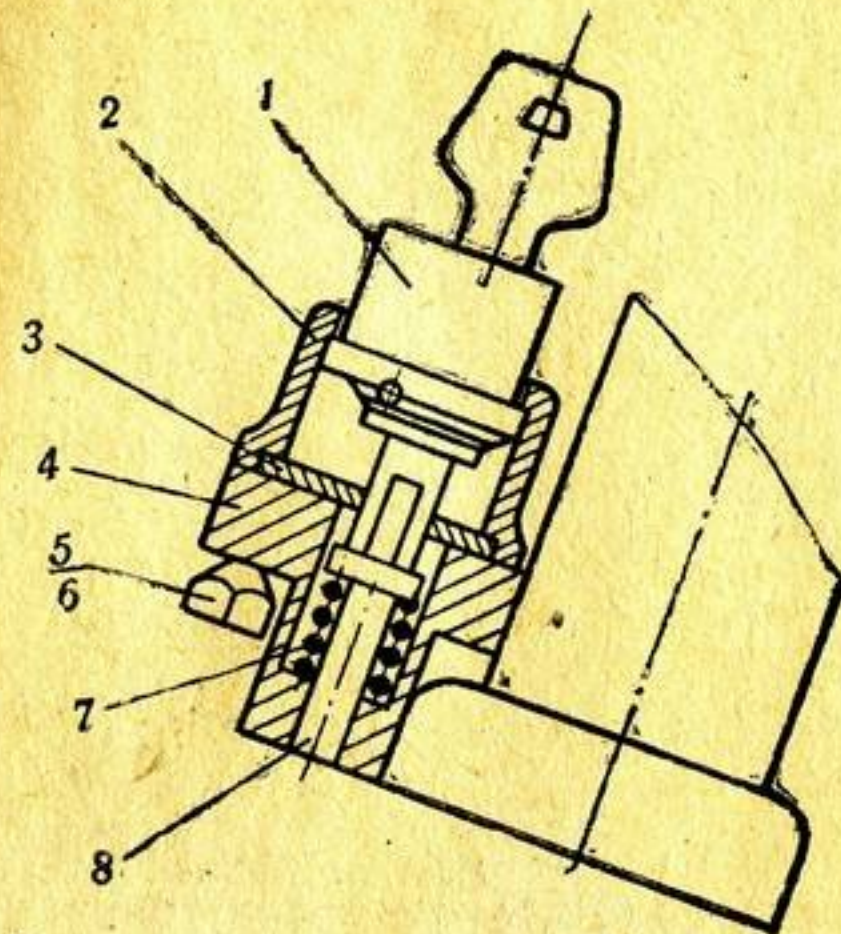

Рис. 1. Противоугонное устройство:
1. Пружину 7 (рис. 1) и штырь 8 установить в гнездо основания 4, приваренного к рулевой колонке.